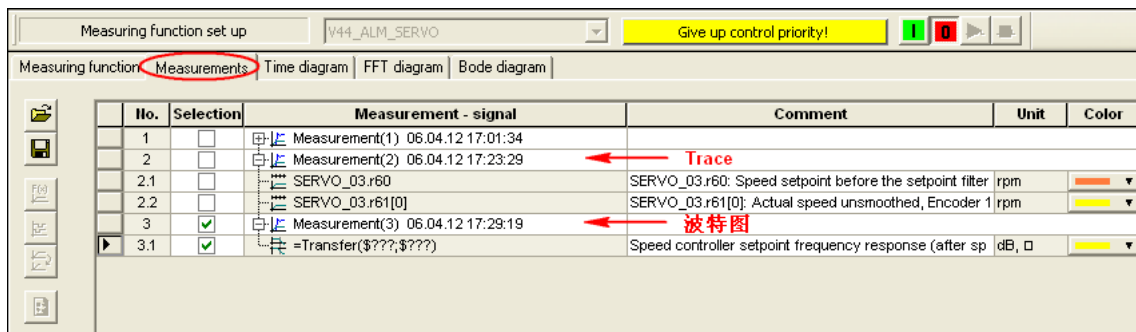

图 1 Trace 和波特图的记录
1. 每完成一次 Trace 或者 Measuring Function 的过程，在“Measurements”的界面中会生成一条记录，如图 1 所示。